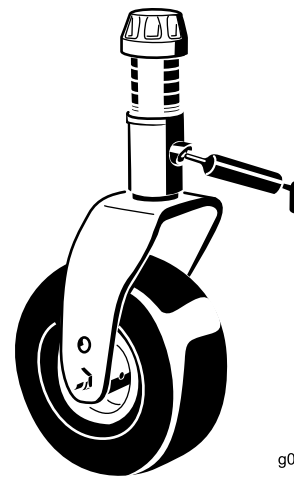

Figure 71
- 1 bague d'axe de chape de roue pivotante (Figure 71)